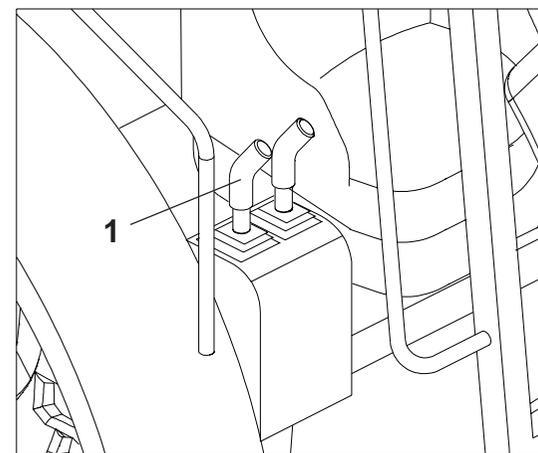

FIGURA 44
2 - Depois acione a alavanca do controle remoto (1) do trator, para o cilindro hidráulico travar a catraca, estando pronto a semeadora para o trabalho, **conforme mostra a figura 44.**